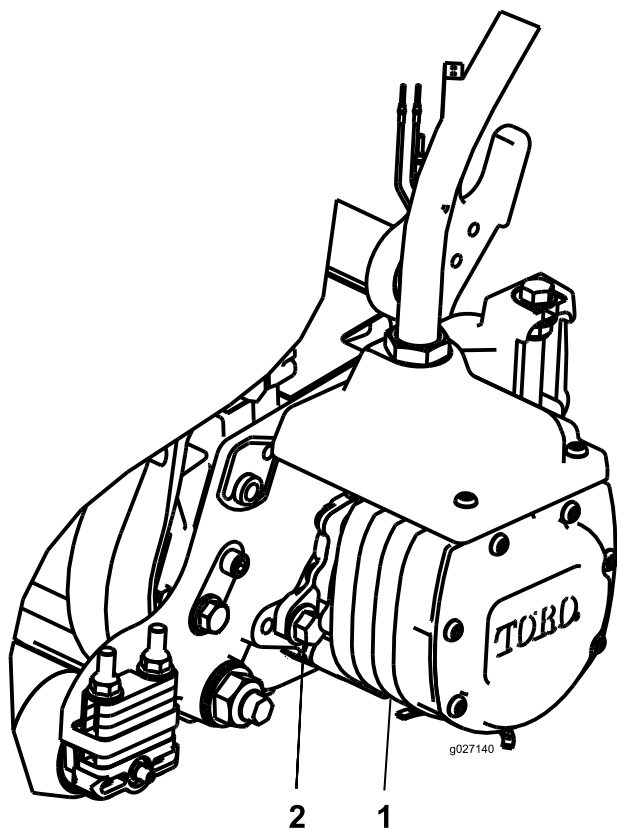

Figura 10
14. Montate il motore ruotato in senso orario in modo che le flange del motore non tocchino i bulloni (Figura 10).